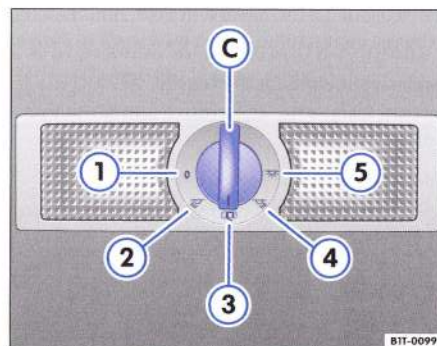

Fig. 42 Plafonul: Luminile interioare și lămpile pentru citit din spate.
De la întrerupătorul ⇒ fig. 42 C se pot selecta următoarele poziții:
Rotiți întrerupătorul în poziția ⇒ pagina 65, fig. 42" ⑤.